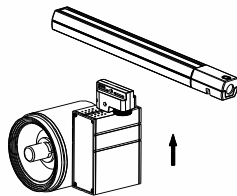
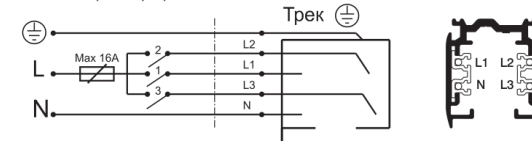

Рис.3
Рис. 6
- Установите светильник на трек, как показано на РИС.3. Схема включения трека показана на РИС. 6.